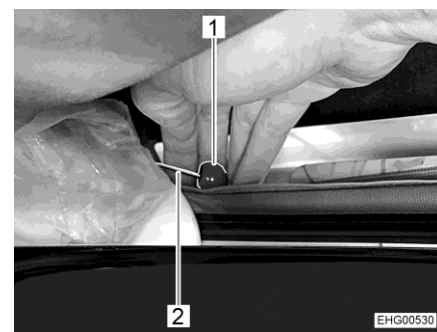

Fig. 50 Sbloccaggio di emergenza
- Tirare il pulsante rosso (Fig. 50,1) della fune (Fig. 50,2) sui due lati.